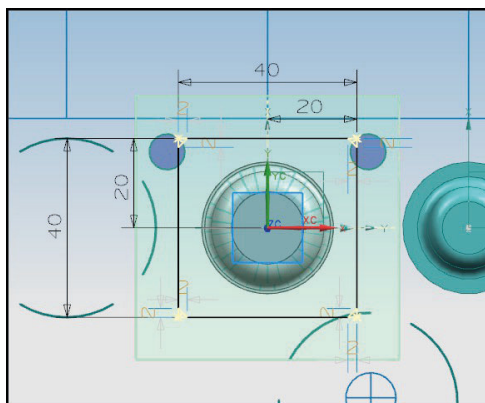

Рис. 10.13. Внешний контур вытяжной матрицы
16. Создайте внешний контур матрицы. Нажмите кнопку **Создание координатной плоскости** для автоматического построения ограничивающей плоскости. В рабочем окне щелкните по ней левой кнопкой мыши. При этом происходит переключение на приложение **Эскиз**. Постройте внешний контур матрицы, как показано на рис. 10.13. Завершите создание эскиза, нажав кнопку **Закончить эскиз**.